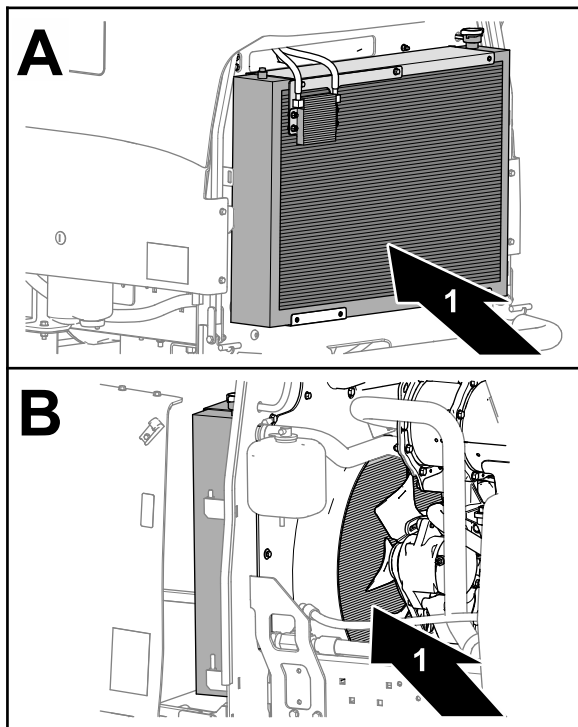

Figura 70
7. Pulite accuratamente entrambi i lati del radiatore e del refrigeratore dell'olio utilizzando aria compressa (Figura 70).